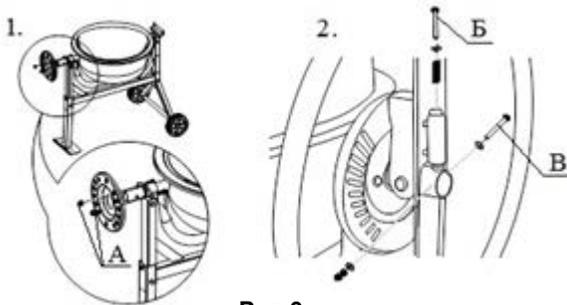

Рис.6
5. Сборка поворотной рукоятки (рис.6).
5.2. Используя крепежный комплект №4, закрепите пластину с помощью двух болтов М8х25 (А; рис.6) с шайбами.
5.3. Заверните болт М8Х50 (Б; рис.6) в трубу поворотной рукоятки. Вставьте шайбу и затем пружину в трубу. Удерживая пружину пальцем, наденьте рукоятку на вал. Нажмите рукоятку вниз пока отверстия на валу и трубе поворотной рукоятки не совпадут. Вставьте болт М10Х70 (В; рис.6) с шайбами и